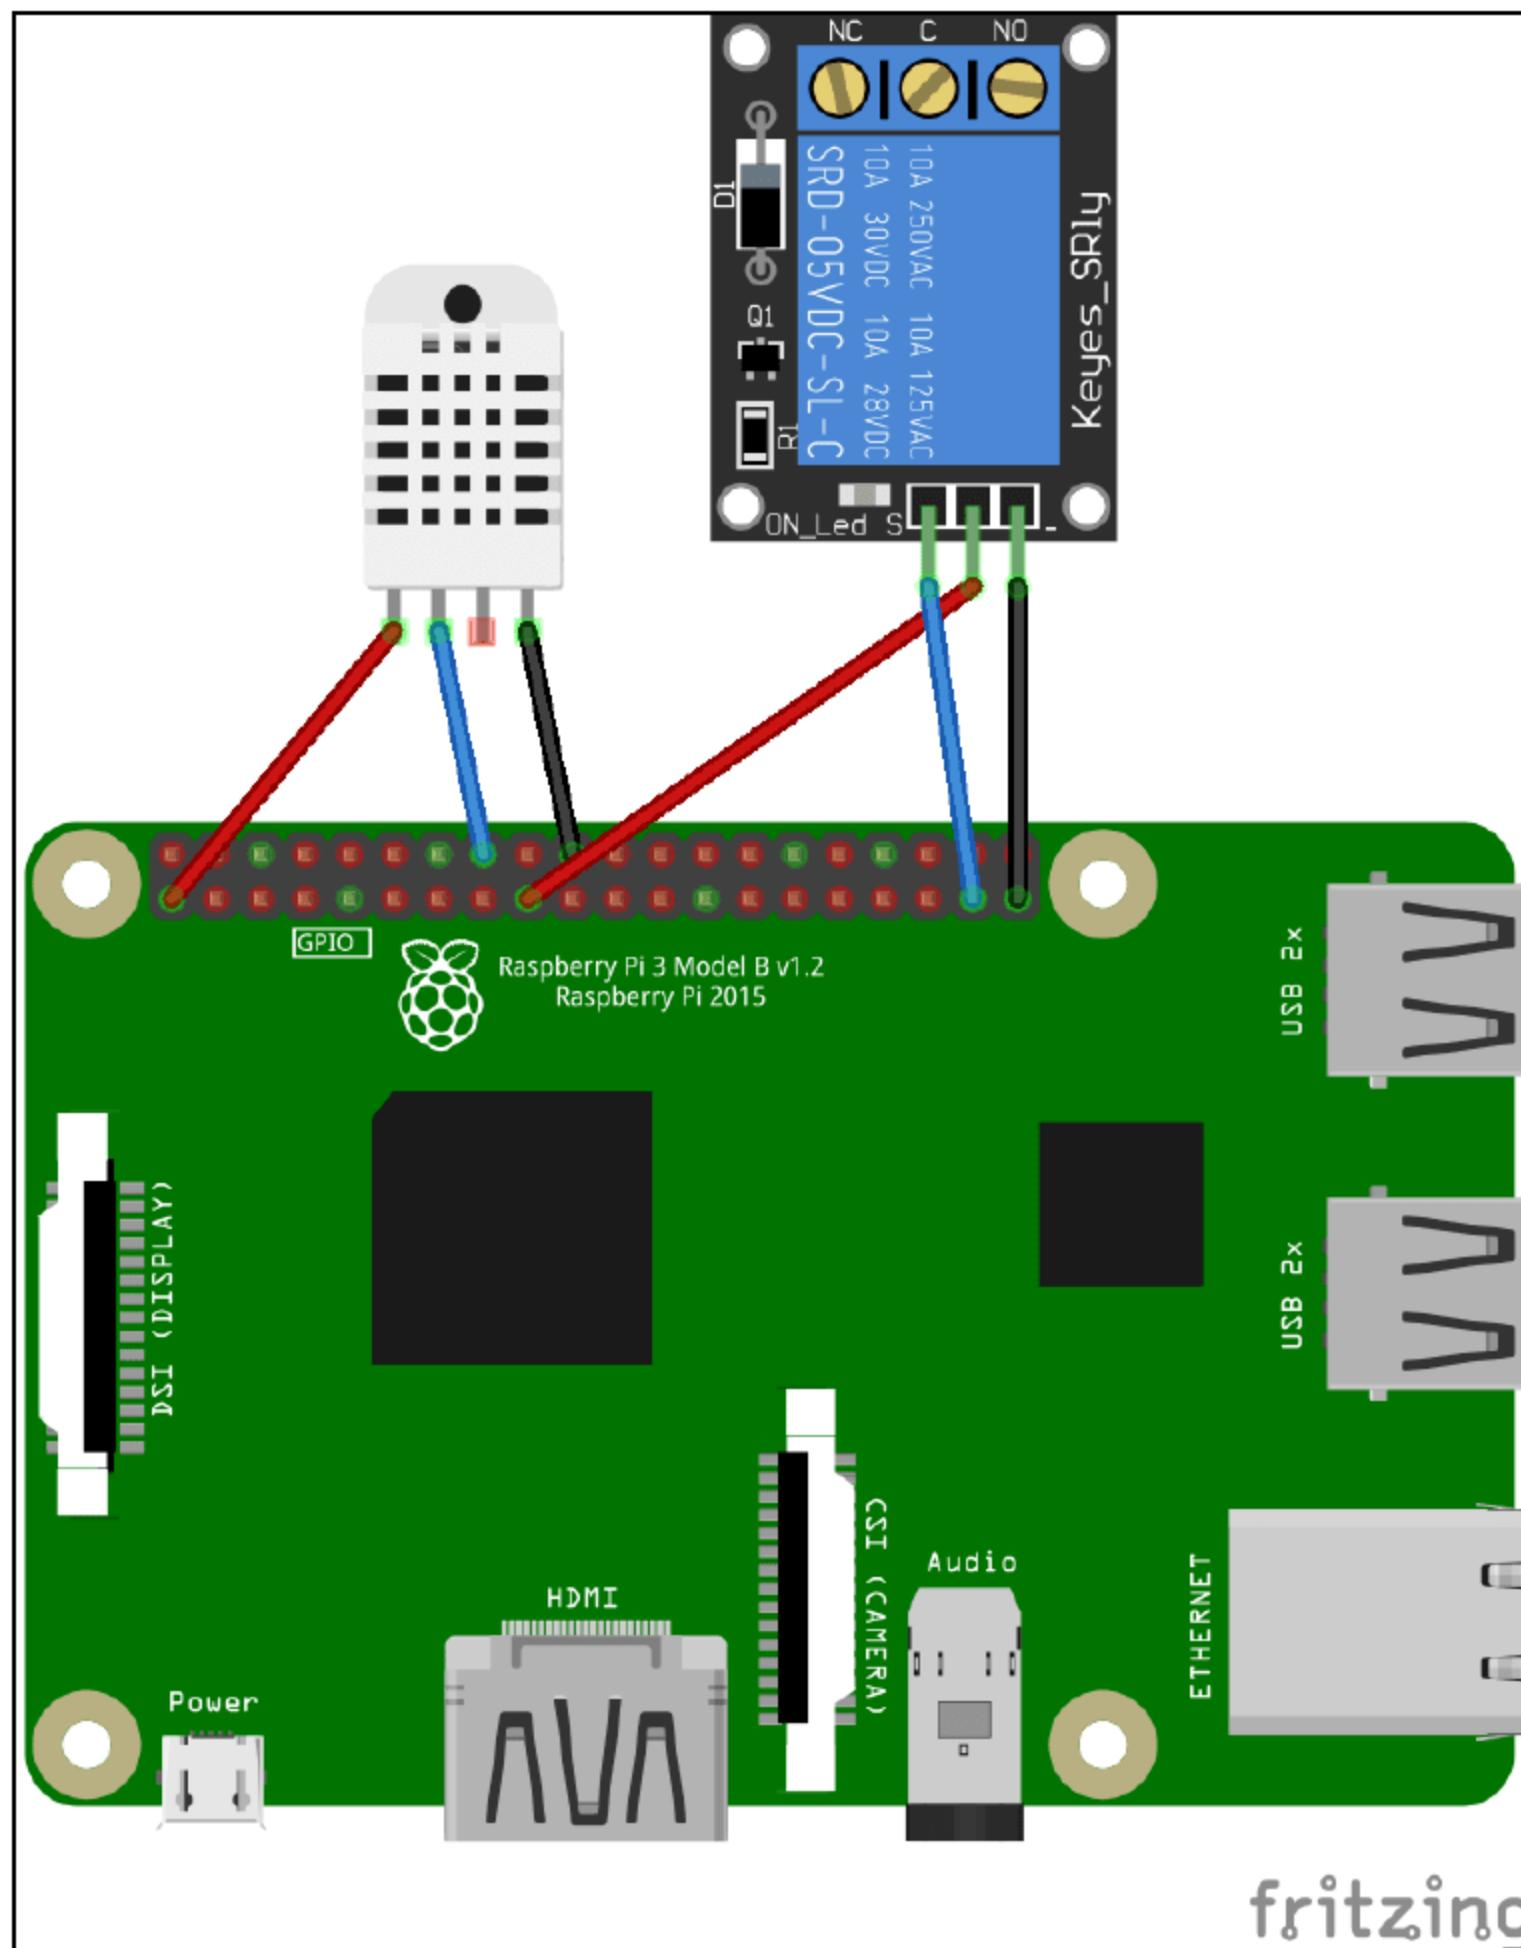

图 2-13
- 一个继电器信号连接至 Raspberry Pi 的 GPIO26 (见 BCM 列)。完整的布线结构如图 2-13 所示。